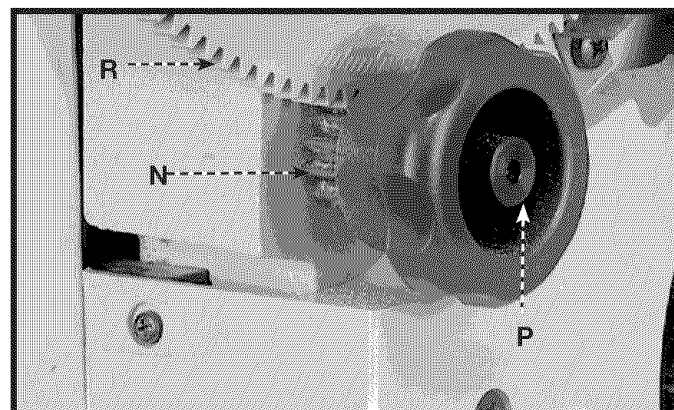

Fig.15
8. Vuelva a montar el de la perilla (N) Fig. 15 de piñón de inclinación de mesa, en la espalda de vio para que los dientes en la perilla (N) de piñón comprometieran los dientes en el trunnion (R). Abroche en el lugar con el tornillo (P) y la primavera especial que utilizan el 4 mm arrancan proporcionado.